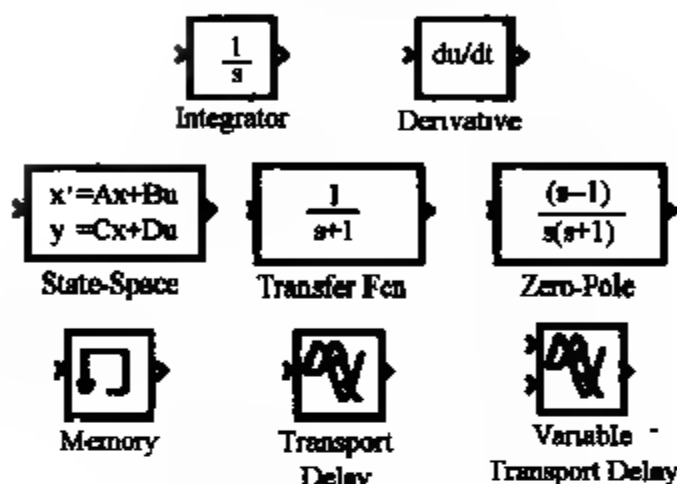

图 6.3 连续库中的模块图
1) Continuous(连续库),包含有发生信号的一些模块.打开该库后显示如图 6.3 所示的模块图.